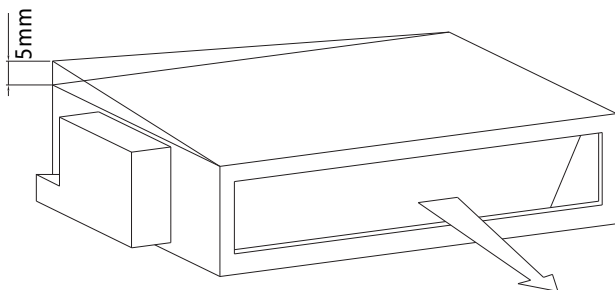

图4.7 顶面倾斜度
- (2)图4.7所示，室内机后面稍微低于前面(0~5mm)，以利于排水。
- (3)调整完毕后，将悬吊螺母拧紧。必须涂上螺纹锁固剂以防螺母松动。